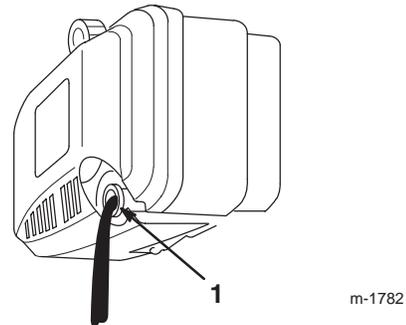

Bild 23
6. Kippen Sie den Rasenmäher auf seine *linke* Seite und lassen das Öl in das Gefäß ablaufen (Bild 23).